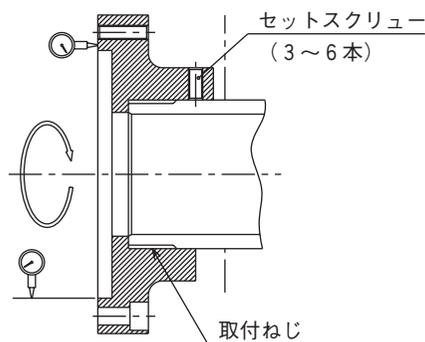

図 12 シリンダアダプタの振れ測定
- シリンダアダプタの面振れ及びインローの振れは 0.005mm 以下にし、面は中高にならないよう取付ること(図 12)。振れが大きいと振動の原因となり、シリンダの寿命が著しく短くなる。
- シリンダアダプタの緩み止めのセットスクリューを必ず設けてください。(図 12)